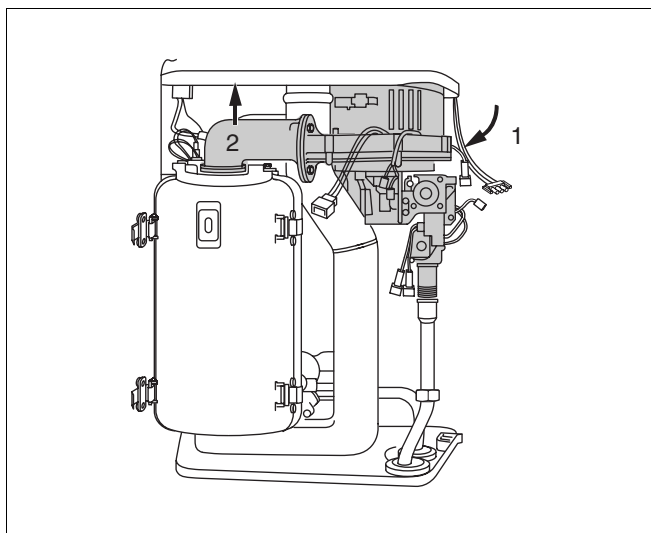

Abb. 57 Luftverbundeinheit entfernen
- Luftverbundeinheit "KombiVENT" nach vorn schwenken (Abb. 57, Pos. 1).
- Luftverbundeinheit "KombiVENT" aus dem Bajonettverschluss nach oben wegziehen (Abb. 57, Pos. 2) und nach vorne aus Gerät entfernen.